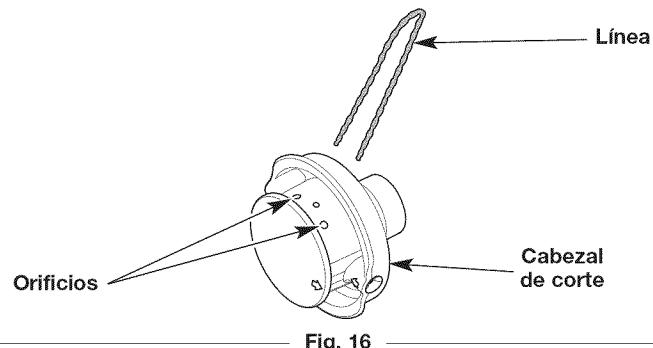
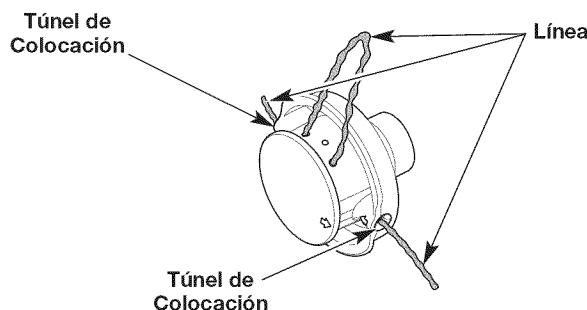

Fig. 16
Fig. 17
- Inserte los extremos de la línea en los orificios circulares grandes ubicados al costado del cabezal de corte (Fig. 16). Empuje la línea a través de los orificios hasta que ambos extremos salgan de los túneles de colocación (Fig. 17).